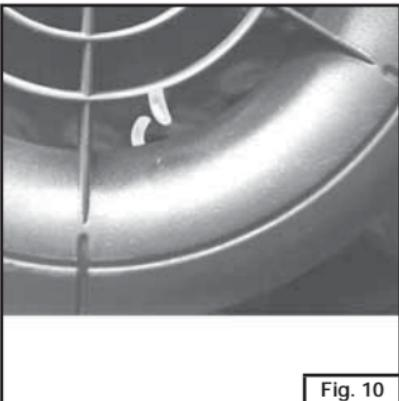

Fig. 10
- Portare l'albero motore al punto morto superiore servendosi di una chiave a T inserita nel dado centrale del variatore. Per verificare l'esatta posizione del punto morto superiore bisogna allineare l'alletta della ventola di raffreddamento con la tacca presente sul convogliatore aria (**Fig. 10**).
- Bring the crankshaft to top dead centre by inserting a T wrench in the variator central nut. To check the exact position of top dead centre you have to align the blade of the cooling fan with the notch on the air conveyor (**Fig. 10**).
- Déplacez le vilebrequin au point mort haut en vous servant d'une clé avec manche en T introduite dans l'écrou central du variateur. Pour vérifier la position exacte du point mort haut, vous devez aligner l'allette du ventilateur de refroidissement avec le cran sur le convoyeur d'air. (**Fig. 10**).
- tendicatena e controllare che la corona dentata sia allineata al riferimento sul supporto eventualmente spostare la catena di distribuzione di un dente in più o in meno sulla corona dentata. Fare attenzione e controllare spesso che durante la messa in fase dell'albero a camme non si muova l'albero motore, dalla posizione indicata dai due riferimenti allineati come in **Fig. 10**.
- Con una chiave a bussola con manico a T, agendo sul dado presente sull'albero motore e che fissa il variatore, far compiere all'albero motore 4-5 giri completi e riportarlo al punto morto superiore allineando i riferimenti della **Fig. 10** e controllare che la corona dentata della catena di distribuzione sia ancora allineata con il riferimento sulla testa. Se durante la rotazione l'albero motore si dovesse bloccare, non tentare assolutamente di forzarlo, ma controllare la messa in fase della distribuzione che evidentemente non è stata eseguita correttamente e rifarla seguendo scrupolosamente la procedura suindicata.
- Be careful to check often to ensure that the crankshaft is not moving during the timing of the camshaft from the position indicated by the two reference marks aligned as shown in **Fig. 10**.
- Using a socket wrench with a T-shaped handle, and intervening on the nut found on the crankshaft and that fastens the variator unit, make all the engine have 4-5 complete revolutions and bring it back to the top dead centre, aligning the references shown in **Fig. 10** and check to ensure that the gearing chain crown gear has remained aligned with the reference mark on the head. If the crankshaft is blocked during the rotation, do not attempt absolutely to force it under any circumstances. Check the timing of the timing system, which evidently was not performed properly. Then repeat the timing process and follow meticulously the procedure indicated here above.
- After having checked to ensure that the crankshaft is at the top dead centre (Fig. 10), check and if necessary correct the exhaust and intake valve for the proper clearance. The value clearance is specified in the table entitled "Assembly data". For valve clearance adjustment, you need
- chaîne et contrôlez que la couronne dentée soit alignée avec le repère 2V se trouvant sur la culasse. Eventuellement, déplacez la chaîne de distribution d'une dent en plus ou en moins sur la couronne dentée. Contrôlez souvent que, pendant la mise en phase de l'arbre à cames, le vilebrequin ne bouge pas de la position indiquée par les deux repères alignés (**Fig. 10**).
- Avec une clé à douille mâle à bécuelle, agir sur l'écrou de l'arbre à cames qui fixe le groupe variateur et faites faire 4-5 tours complets au vilebrequin, puis remettez-le au point mort haut en alignant les repères de la Fig. 10; contrôlez que la couronne dentée de la chaîne de distribution soit encore alignée avec le repère. Si, pendant la rotation, le vilebrequin se bloque, vous ne devez absolument essayer de le forcer mais contrôlez la mise en phase de la distribution car il est évident qu'elle n'a pas été exécutée correctement, et refaites-la en suivant scrupuleusement la procédure décrite précédemment.
- Dopo aver verificato che l'albero motore si trovi al punto morto superiore (Fig. 10), controllare ed eventualmente ripristinare, il corretto gioco valvola di scarico e di aspirazione. Il valore del gioco delle valvole è indicato nella tabella "Dati montaggio". Per ripristinare il gioco valvole servirsi di uno spessimetro e delle viti di registro presenti sui bilancieri.
- Après avoir vérifié que le vilebrequin du moteur se trouve au point mort haut (Fig. 10), contrôlez et éventuellement rétablissez le jeu correct de la soupape d'échappement et d'admission. La valeur du jeu des soupapes est indiquée dans le tableau "Données de montage". Pour rétablir le jeu des soupapes, utilisez une jauge d'épaisseur et les vis de réglage se trouvant sur les balanciers.